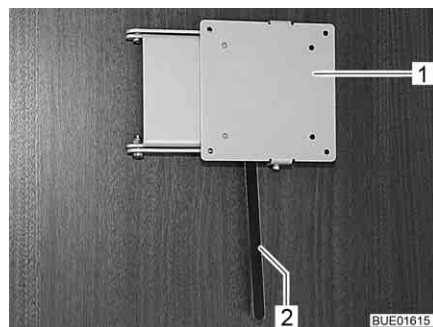

Bild 77 Hållare med låsspak
- Tryck låsspaken (Bild 77,2) åt sidan och sväng fästet (Bild 77,1) med den platta bildskärmen till önskat läge.
- Vrid tillbaka den platta bildskärmen tills fästet (Bild 77,1) hakar fast i låset.